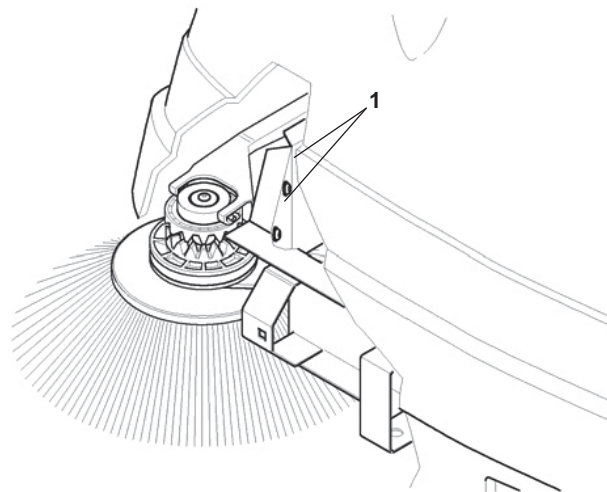

Fig. 6/A
Regulering af sidebørsten udføres ved at løsne skrueerne i pos. 1, fig. 6/A og manuelt anbringe børsten langs åbningerne i den ønskede højde. Når højden er fastsat, blokeres med de to skrue.